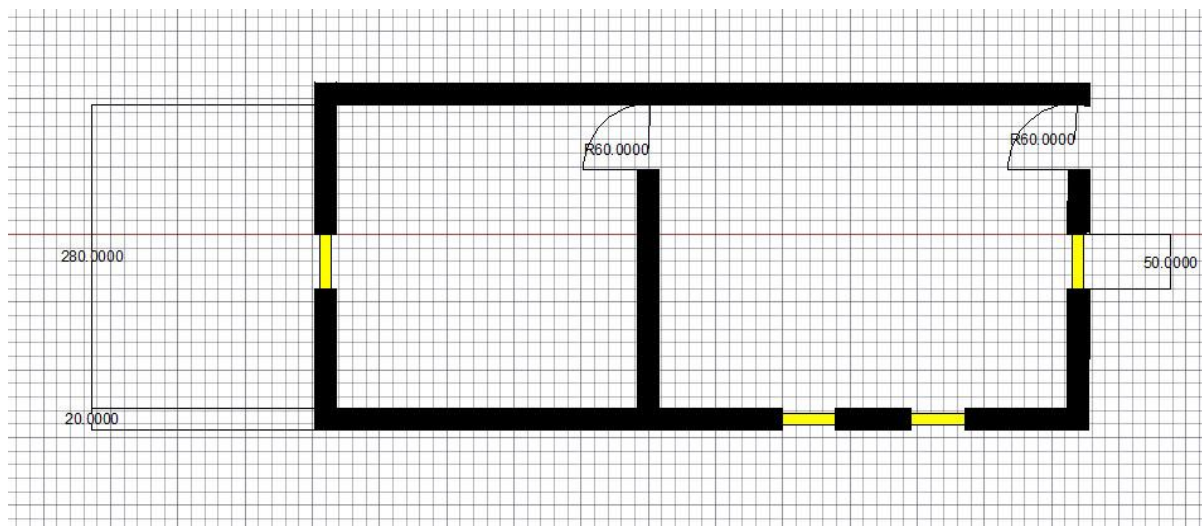

Figura 3.2 – Exemplu de plan al unei locuințe realizat cu AutoCAD
3.15. Grafica vectorială 2D nu se aplică doar în designul de fonturi, ci practic în orice tip de design. În arhitectură de exemplu, acest tip de grafică permite proiectarea unei case. Realizați așadar planul unei locuințe de cel puțin 2 camere folosindu-vă de comenzile LINE, OFFSET, TRIM și EXTEND, precum în Figura 3.2. Toate ușile, figurate prin sferturi de cercuri, trebuie să aibă lățimea de 60cm. Ferestrele vor trebui să aibă o lățime de 50cm. Zidurile vor avea grosimea de 20cm. După terminarea planului casei figurați dimensiunile camerelor folosindu-vă de comenzile de cotare.